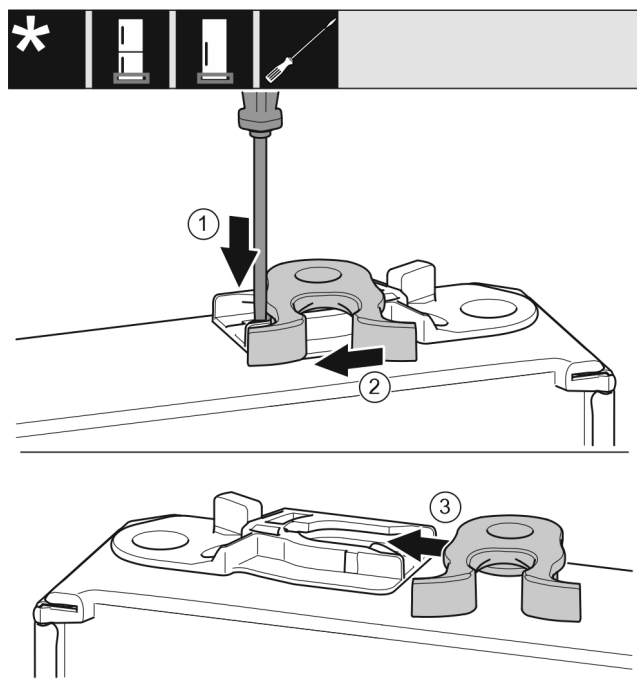

Fig. 18
- ▶ Pousser vers le bas la languette avec un tournevis plat. Fig. 18 (1)
- ▶ Tirer le crochet de fermeture en dehors du guide. Fig. 18 (2)
- ▶ Pousser le crochet de fermeture dans le guide de l'autre côté. Fig. 18 (3)